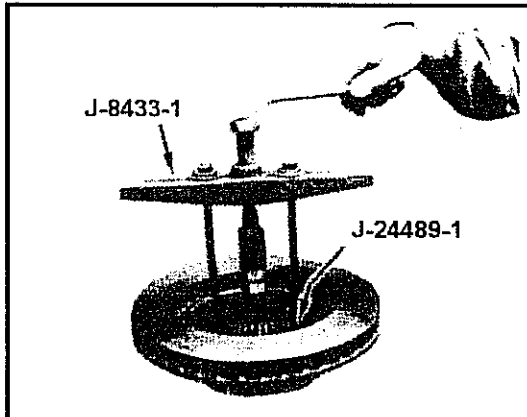

Abb. 7-63 Entfernen des Lagers von der Achse
- Das Radlager mit dem Abzieher wie in Abb. 7-63 gezeigt von der Achse abziehen.